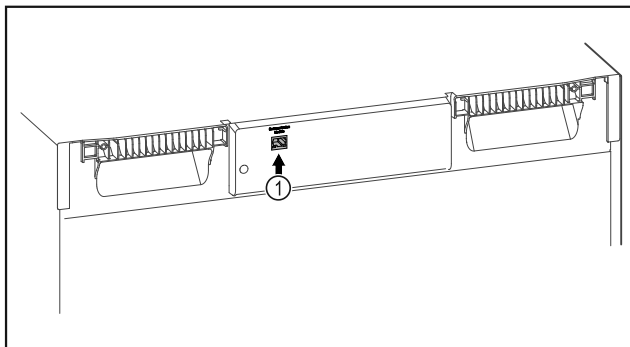

Fig. 102
- ❑ SmartModule Fig. 102 (1) встановлено.